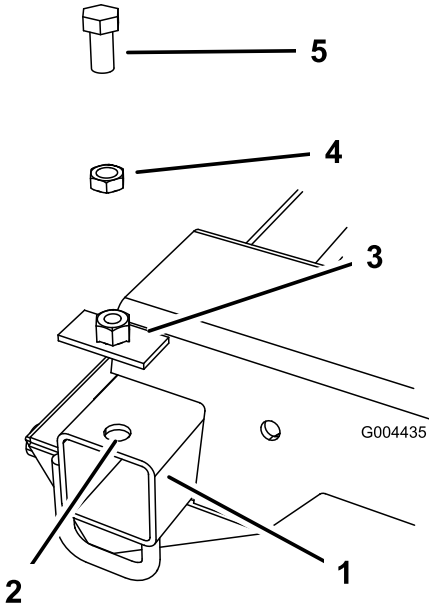

Figura 3
- Alinee una placa de soldadura con el extremo del bastidor (Figura 3), y utilice un punzón de transferencia para marcar el orificio central de la placa.
- Retire la placa del bastidor y perforo un orificio guía en la parte superior del tubo del bastidor cuadrangular en el punto marcado por el punzón (Figura 3). Agrande el diámetro del orificio entre 1/2 y 5/8" (1,3 y 1,6 cm).